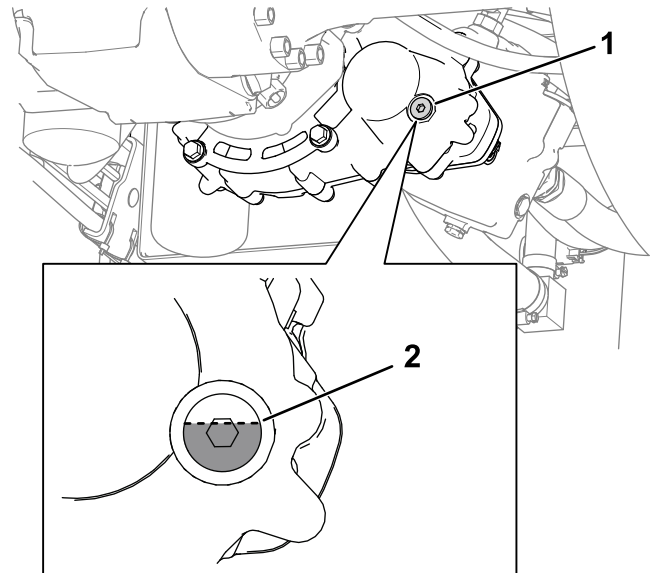

Figura 110
1. Compruebe el nivel de aceite mirando a través del tapón de la mirilla; asegúrese de que el nivel de aceite está ligeramente por encima del centro de la mirilla, como se muestra en la Figura 110.